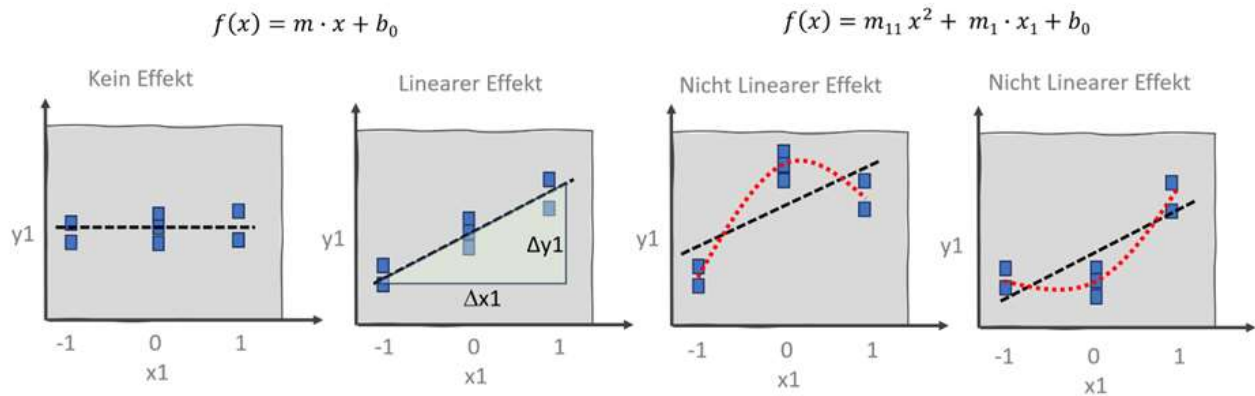

Abbildung 4: Verschiedene x,y Diagramme zur Veranschaulichung von linearen und nicht linearen Effekten
- **Bild 4:** Eine mittlere Einstellung des Faktors führt möglicherweise zu keiner signifikanten Veränderung (rechts), während eine hohe Faktoreinstellung im Vergleich zur niedrigen Faktoreinstellung einen signifikanten Unterschied in der Zielgröße bedeutet.